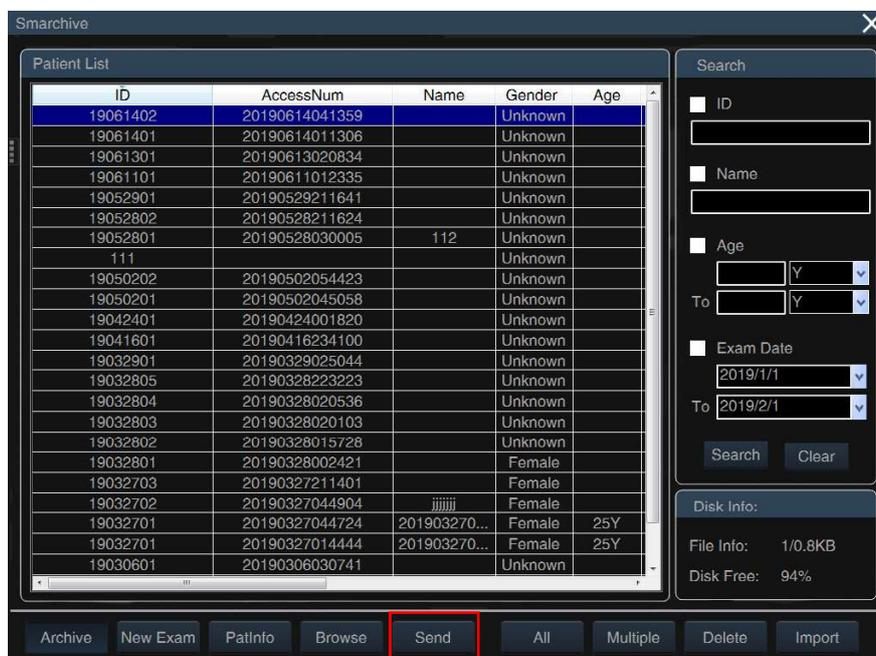

Fig. E-9 Tela Gerenciamento de arquivamento
- 1) **Pressione Smarchive** no painel de controle do sistema de ultrassom para entrar na tela de **anagement Archive M**, como mostrado na Fig. E-9.